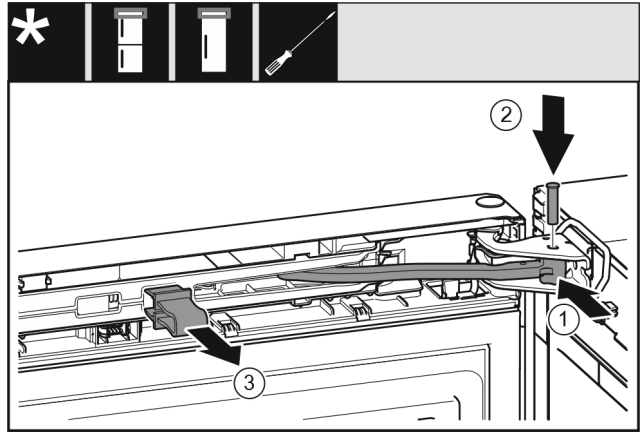

Fig. 26
- ▶ Pöörake liigend laagripukki. Fig. 26 (1)
- ▶ Pange polt laagripukki ja liigendisse. Pöörake seejuures tähelepanu sellele, et fiksaatornukk asub korrektselt soones. Fig. 26 (2)
- ▶ Võtke kaitse ära. Fig. 26 (3)